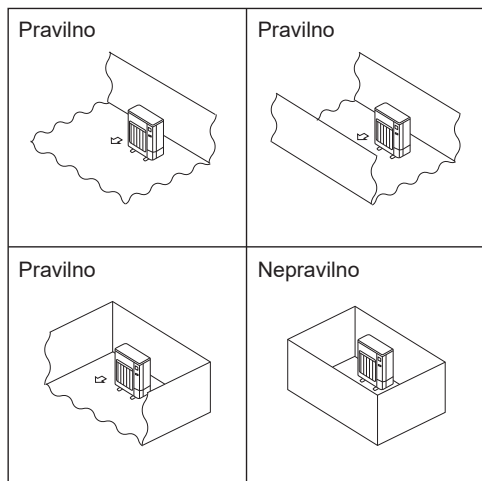

Fig. 2-2
• Postavite spoljne jedinice na mesto na kome je najmanje jedna od četiri stranice otvorena i na dovoljno velikom prostoru bez uvala. (Fig. 2-2)